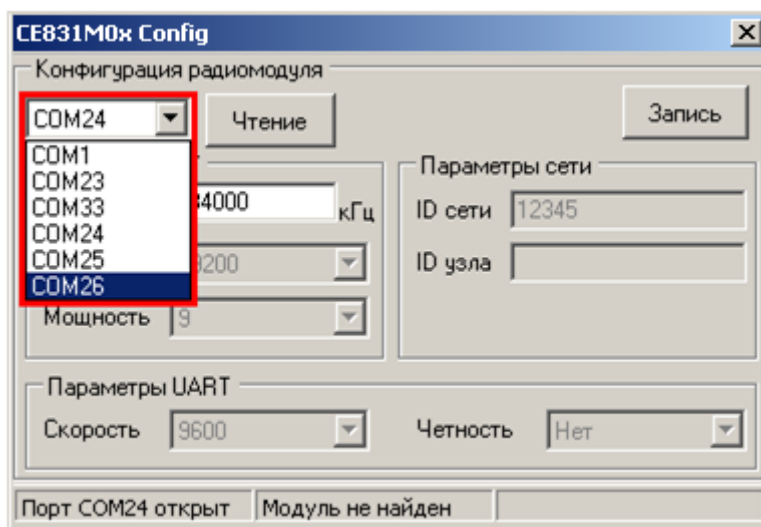

Рисунок 5.21 – Изменение номера используемого COM-порта
- После выбора нового COM-порта необходимо дождаться сообщения в строке статуса (см. рисунок 5.21) о том, что открыт именно выбранный COM-порт (ожидание 1-3 сек.).